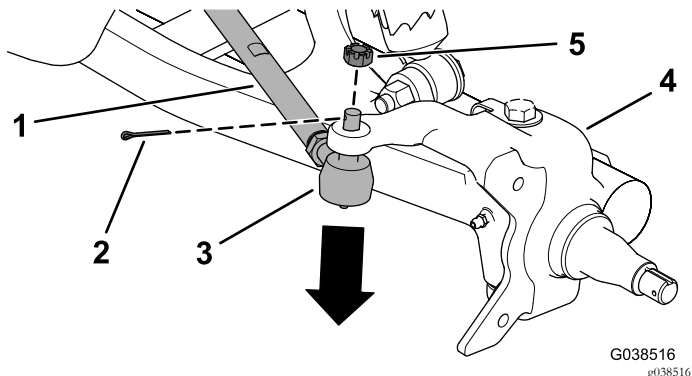

Figura 8
8. Retire o perno de gancho e porca sextavada ranhurada da rótula da barra de ligação e desligue a barra de ligação do eixo (**Figura 8**).
4. Instale a barra de ligação no conjunto do eixo utilizando a porca sextavada ranhurada e o perno de gancho (**Figura 8**).